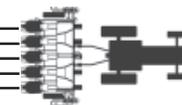

**FIGURAS 36**
**LUBRICAR A CADA 200 HORAS DE TRABAJO ( FIGURAS 36 )**
- Quite el anillo de retención (1) de la maza (2). Examine los rodamientos, si esta flojo, ajuste a través de la tuerca (3). Introduzca grasa nueva en la tapa (4). Recoloque la tapa en la maza y fije con el anillo (1).